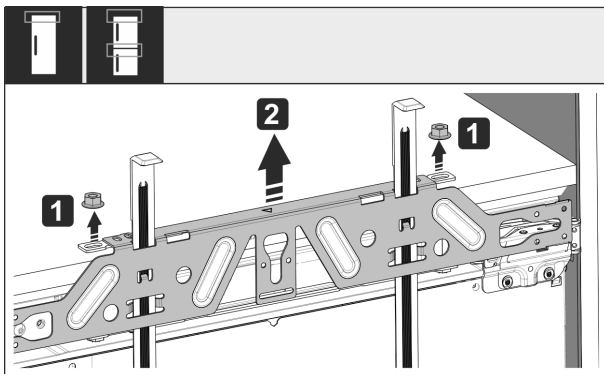

Fig. 55
- ▶ Ослабте контргайки Fig. 55 (1).
- ▶ Зніміть кріпильну поперечку Fig. 55 (2).